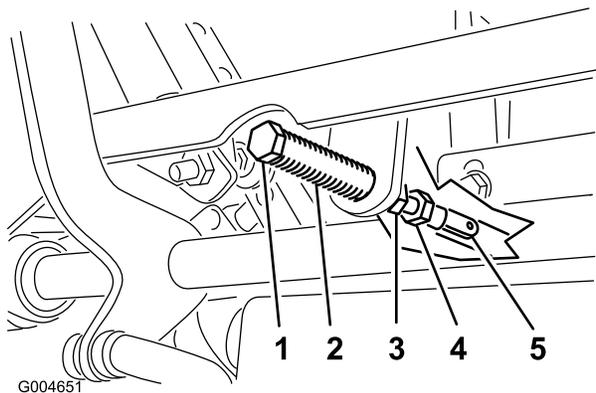

Figura 51
5. Puxe a alavanca para trás até que o pino de segurança (no braço por cima do eixo da articulação) entre em contacto com a extremidade da ranhura (até começar a fazer pressão na mola), como se mostra na Figura 51.
7. Se for necessário ajuste, solte a porca e a porca de retenção encostada à forquilha (Figura 51).
8. Aplicando uma pressão ligeira para trás à alavanca de controlo do movimento, rode a cabeça do parafuso de ajuste na direção adequada até a alavanca de controlo estar centrada na posição BLOQUEADA EM PONTO-MORTO (Figura 51).
9. Aperte a porca e a porca de retenção (Figura 51).
10. Aperte as porcas de retenção nas juntas de esfera (Figura 51).